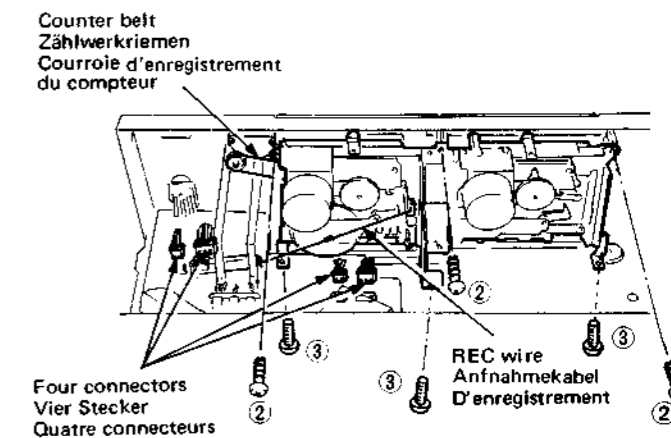

Fig. 4 Abb. 4
- Cassette chassis (Fig. 4)**
- Laufwerk-Chassis (Abb. 4)**
- Châssis de cassette (Fig. 4)**